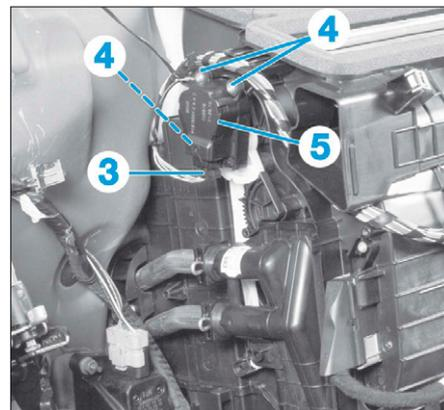

FIG. 38
- Débrancher le connecteur (3) (Fig.38).
- Déposer les vis de fixation (4) puis le moteur (5).